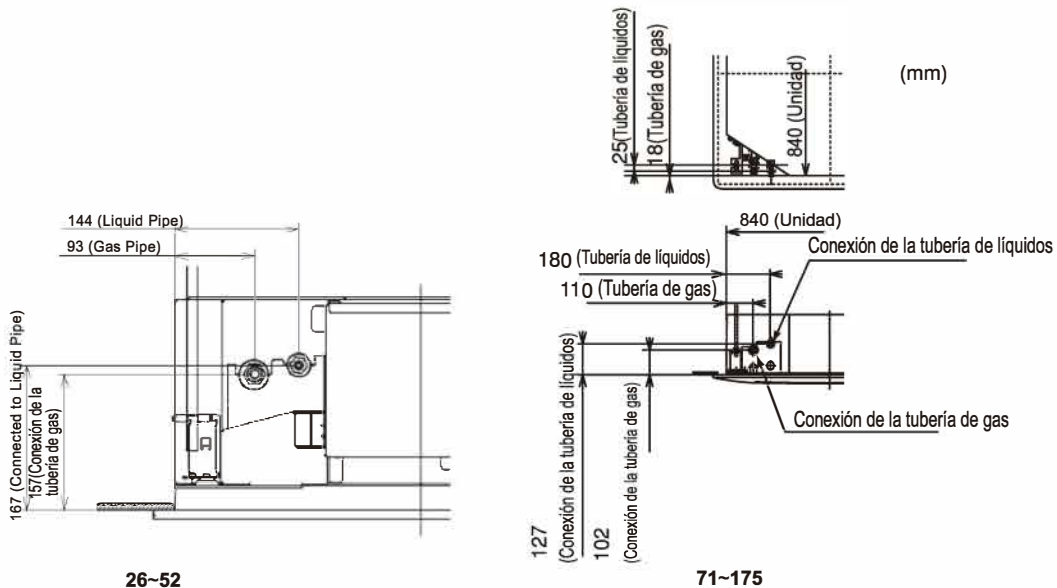

Imagen 4.1 Posición de la conexión de la tubería
- (1) La posición de la conexión de la tubería se muestra en la Imagen 4.1 (Unida interna)